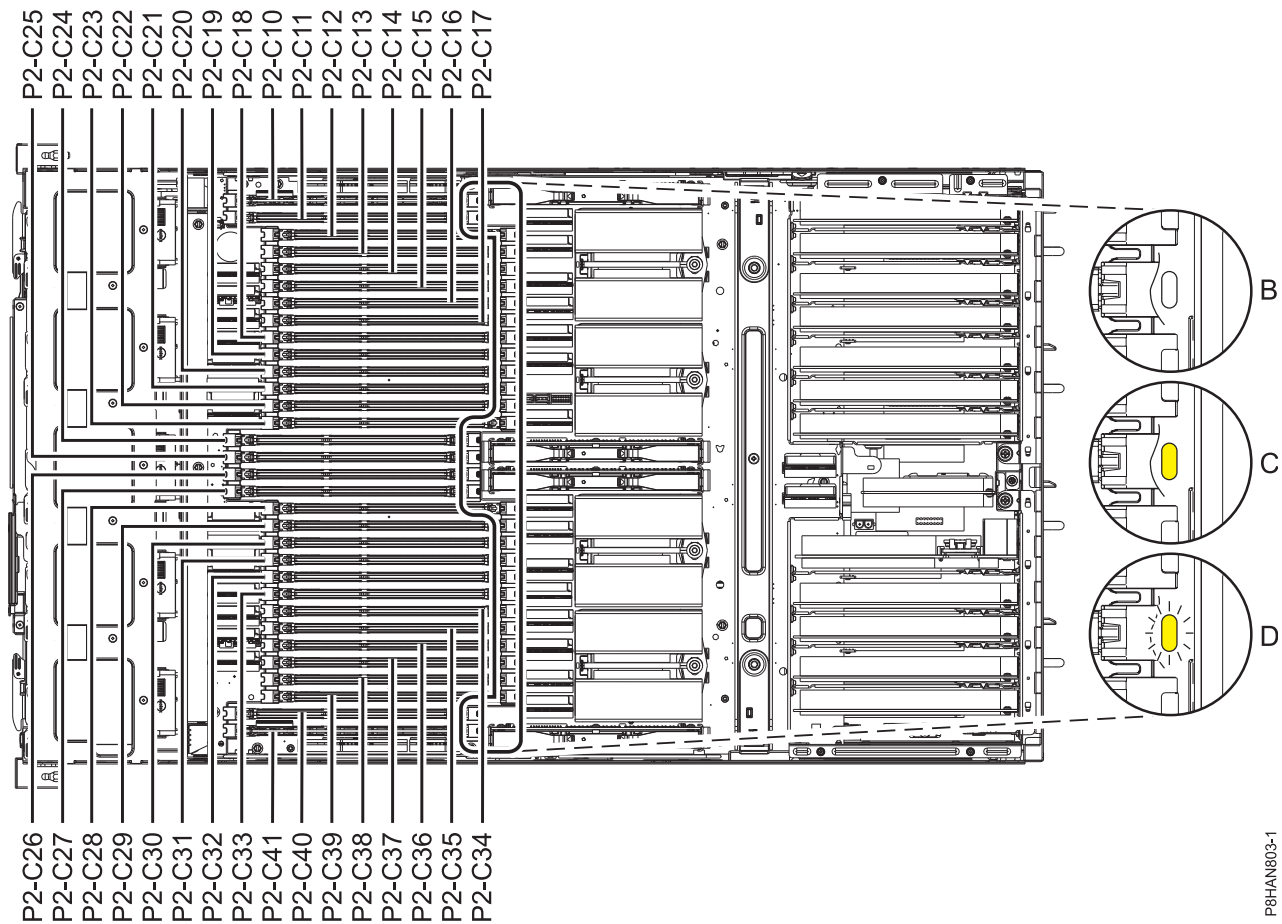

Figura 4. Ubicación de las ranuras de memoria y los LED.
3. Localice el LED de la ranura de memoria. La Figura 4 en la página 7 muestra la ubicación de las ranuras de memoria y los LED.